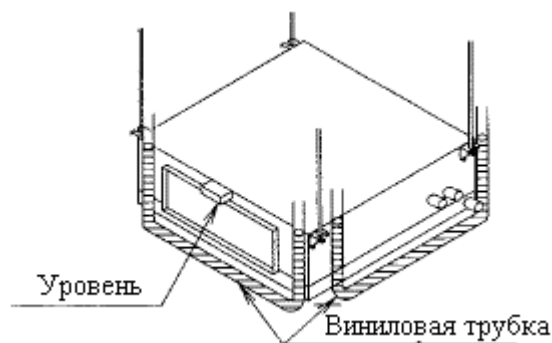

Рис. 6
(2) Убедитесь, что поверхность блока горизонтальна (см. Рис. 6).